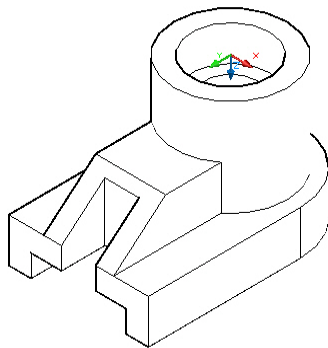

图 9-15 三维隐藏显示实体
(3) 三维隐藏选项显示用三维线框表示边界的对象并隐藏表示后向面的曲线。如图 9-15 所示为实体三维隐藏视觉样式效果图。
(4) 真实选项主要用于显示三维对象着色后的效果，并使对象的边平滑，同时，视觉样式特性将显示出已附着